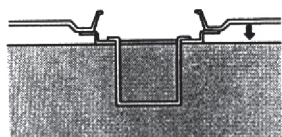

Рис. 3.1
2. Если уровень топливной смеси низкий, долейте топливную смесь в бак до уровня, как показано на схеме (рис. 3.1).
**ВНИМАНИЕ!** НЕ ПЕРЕПОЛНЯЙТЕ ТОПЛИВНЫЙ БАК. УРОВЕНЬ ТОПЛИВА НЕ ДОЛЖЕН ПРЕВЫШАТЬ УРОВЕНЬ НИЖНЕГО СРЕЗА ГОРЛОВИНЫ БЕНЗОБАКА (рис. 3.1).
**ВНИМАНИЕ!** НЕ ПЕРЕПОЛНЯЙТЕ БАК (НЕ ДОЛЖНО БЫТЬ ТОПЛИВА ВЫШЕ НИЖНЕГО СРЕЗА ГОРЛОВИНЫ БЕНЗОБАКА (РИС. 3.1)).